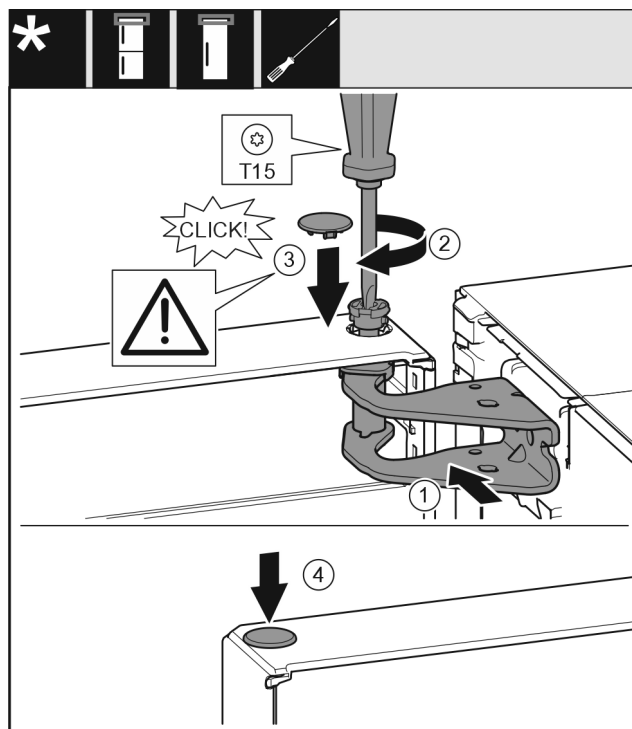

Fig. 21
- ▶ Wyrównać drzwi u góry względem otworu w płycie zawiasu Fig. 21 (1).
- ▶ Założyć sworzeń Fig. 21 (2) i dokręcić śrubokrętem.
- ▶ Założyć osłonę Fig. 21 (3).
- ▶ Sprawdzić, czy osłona Fig. 21 (3) przylega do drzwi.
- ▶ Założyć osłonę Fig. 21 (4).